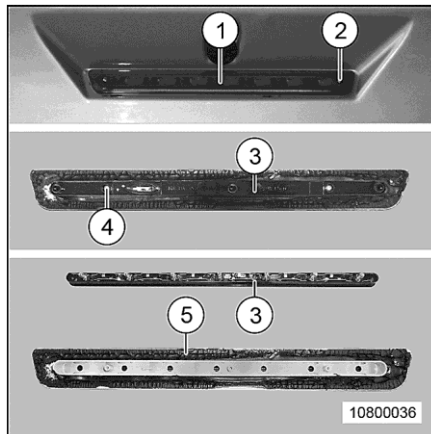

Fig. 182 Troisième feu de freinage
- Pour remonter le troisième feu de freinage (Fig. 182/1), appliquer du mastic d'étanchéité frais (Fig. 182/5). Le mastic d'étanchéité est en vente chez les partenaires de service Carthago.
1. Desserrer les vis (Fig. 182/2) du troisième feu de freinage (Fig. 182/1).
2. Retirer le troisième feu de freinage (Fig. 182/1). En raison du mastic d'étanchéité, ceci demande un peu d'énergie est nécessaire.
3. Sur la face arrière du troisième feu de freinage (Fig. 182/1), retirer les vis (Fig. 182/4) de la baguette en plastique (Fig. 182/3).
4. Enlever la baguette en plastique (Fig. 182/3) et remplacer l'ampoule.